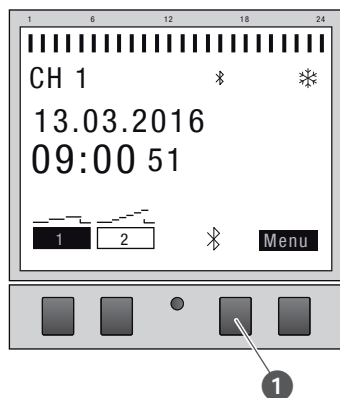

Fig. 26: Establecer la conexión Bluetooth en el temporizador
2. Pulse el botón de Bluetooth del temporizador (fig. 26/❶).